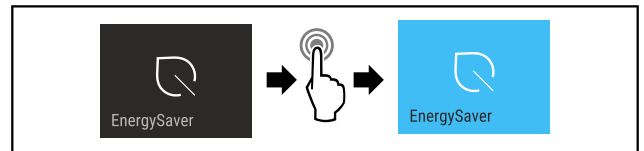

Fig. 14
- Efectuați pașii de acțiune (vezi Fig. 14).